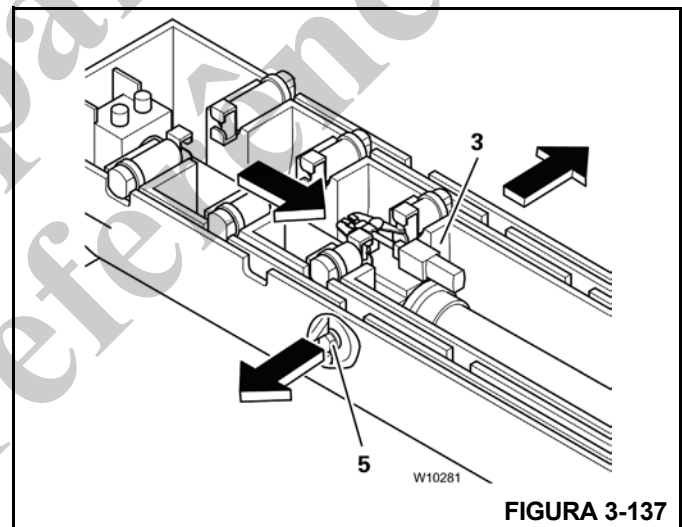

FIGURA 3-137
2. Mover e travar o cilindro telescópico (Figura 3-137);
- a. O cilindro telescópico se move para a seção telescópica a ser retraída/estendida, por exemplo, seção 3 (3).
- b. Os pinos de travamento do cilindro (5) se estendem e o cilindro telescópico é travado na seção 3.